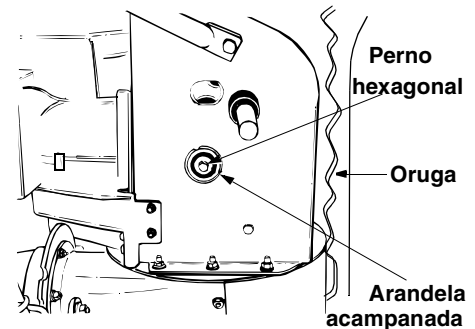

Figura 28
- Usando una llave de 7/8" para sujetar el eje, afloje, pero no extraiga completamente el perno hexagonal y la arandela acampanada del extremo izquierdo del eje. Vea la Figura 28.